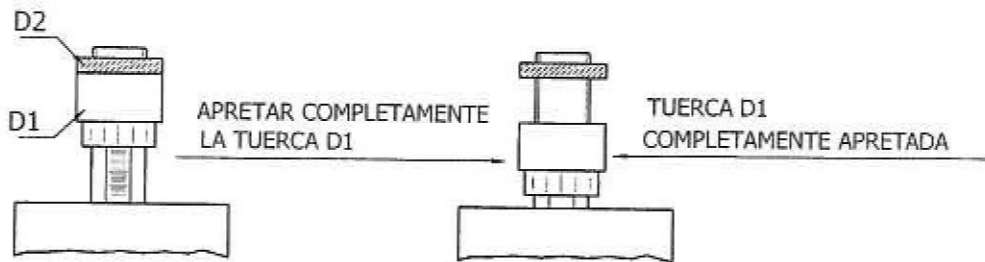

Fig. 4
A) apretar completamente la tuerca D1 (Fig. 4)